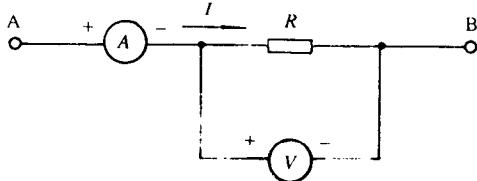

图 1-2 部分电路
图 1-2 为电路的某一部分, 其中 “Ⓐ” 为电流表, 用于测定电路电流大小; “ⓧ” 为电压表, 用于测定电路电压大小。若电阻 R 的阻值是 10 欧姆, 在电路 AB 两端加 10 伏的电压, 则电压表读数为 10 伏, 电流表读数为 1 安; 若在电路 AB 两端加 20 伏电压, 则电压表读数为 20 伏, 电流表读数变为 2 安。
例 1-4 在图 1-2 的闭合回路中，已知电池的电动势 $E = 24$ 伏，内阻 $r = 2$ 欧，外电阻 $R = 3$ 欧，求：(1) 电路中的电流；(2) 电源的端电压。